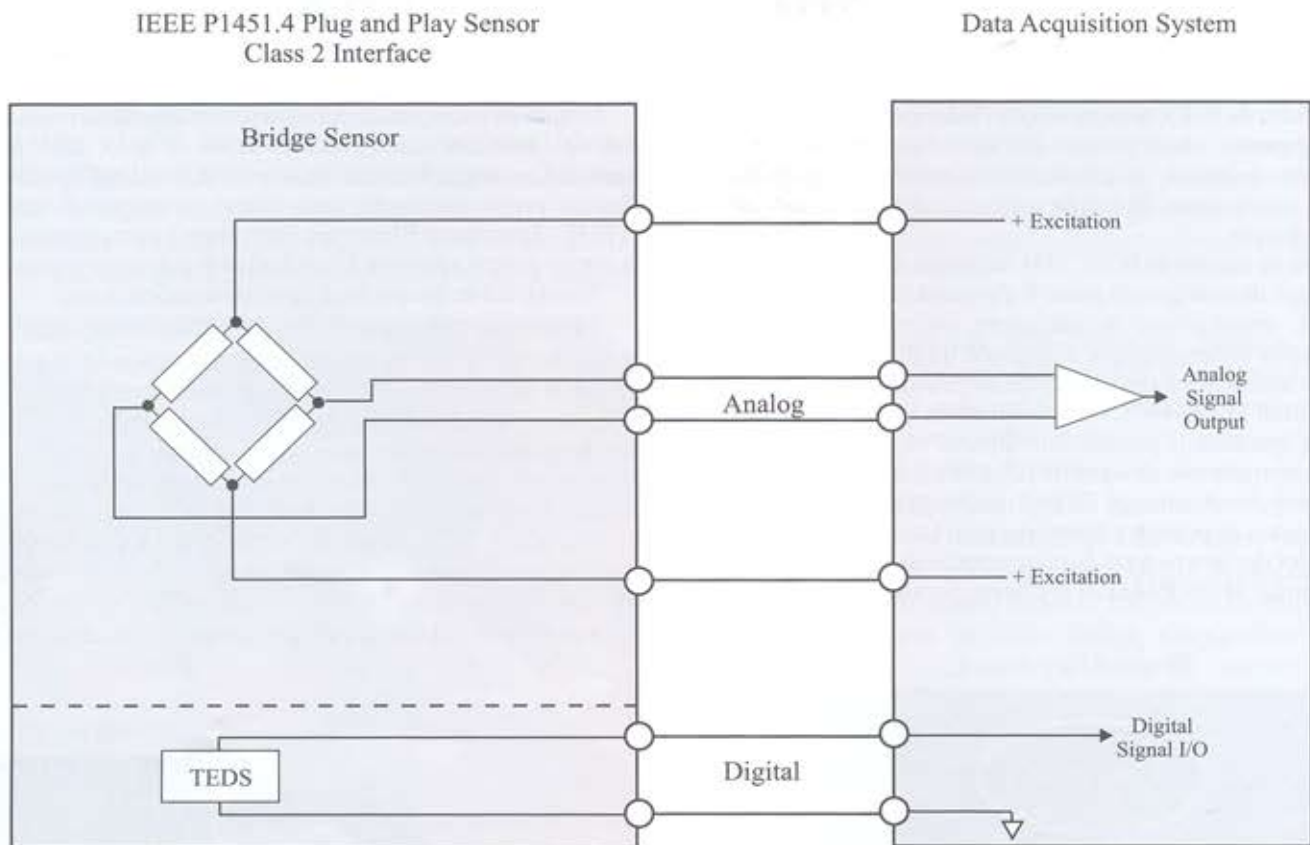

Fig.3 Interfață IEEE P1451.4 din Clasa 2
- interfețele din Clasa 2 (Fig.3) utilizează conexiuni separate,